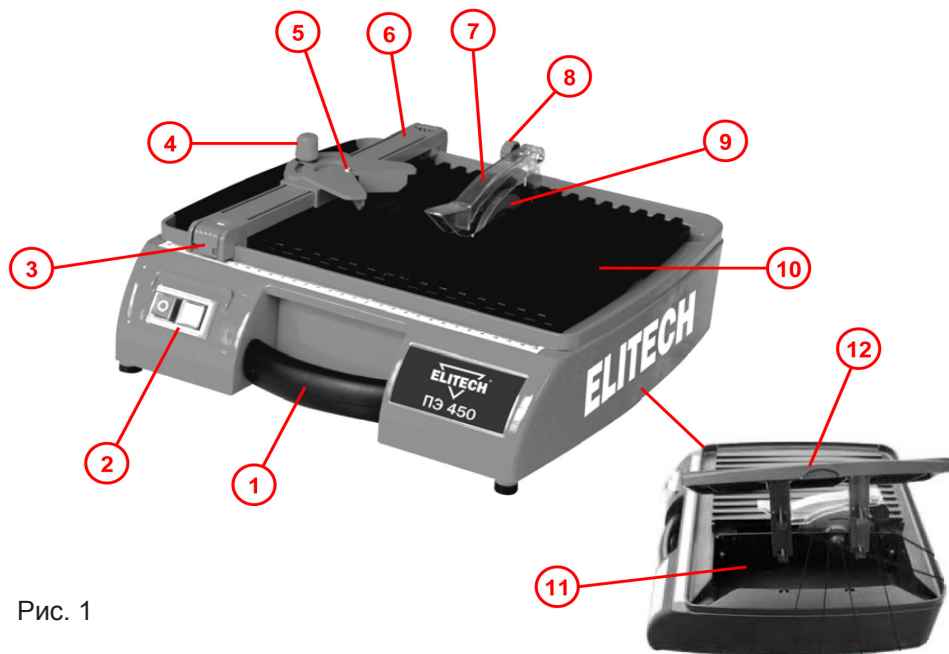

Рис. 1
Модель: ПЭ 450 (Рис. 1)
1. Ослабьте винт фиксации углового упора (5) (Рис. 1 и 2).
3. Зафиксируйте винт фиксации (4) углового упора.